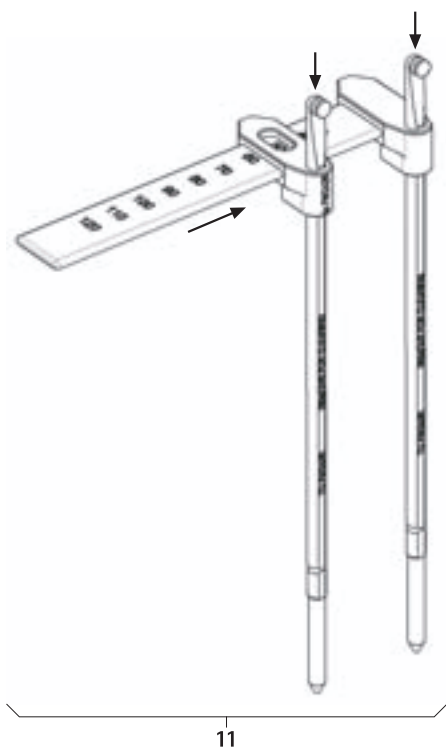

Fig. 17
- Montare il misuratore lunghezza barre 11, vedere Fig. 17.